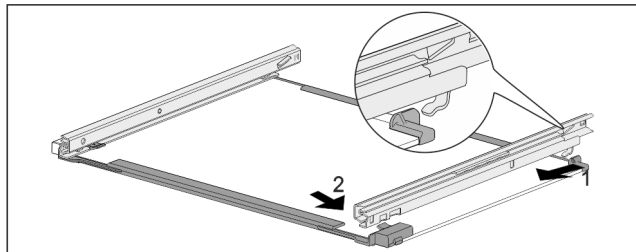

Fig. 169 Skleněná deska s kolejničkami
- ▶ Zahákněte kolejničku vzadu. Fig. 169 (1)
- ▶ Zaklapněte kolejničku vpředu. Fig. 169 (2)